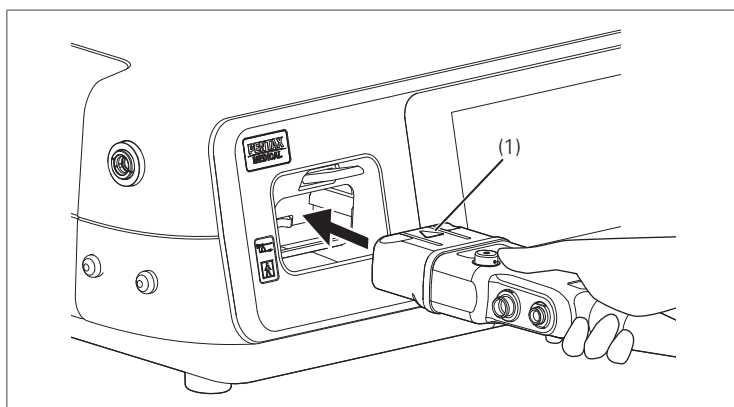

Рис. 3.41
2. Удерживайте коннектор эндоскопа, как показано на Рис. 3.41, поверните отметку ВВЕРХ на коннекторе («▲») вверх и вставьте коннектор эндоскопа в гнездо процессора до щелчка.